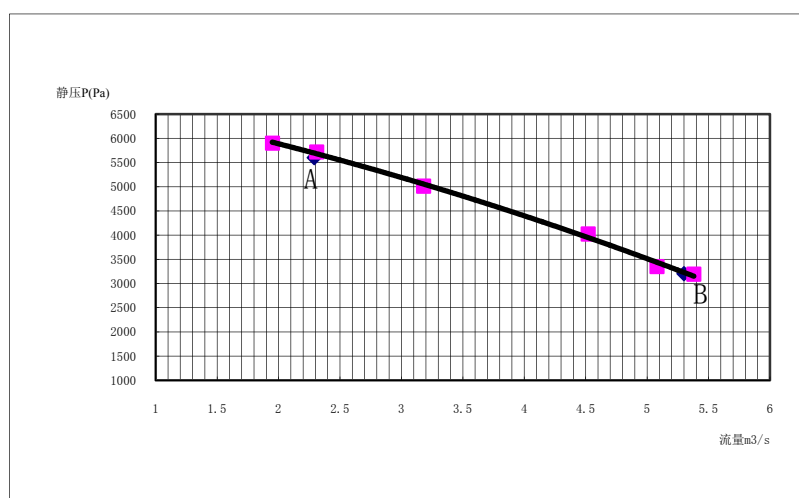

图 2（性能特性曲线举例）
3.1 性能参数与性能曲线：辅助鼓风机的性能是指订货图中选择的满足主机需求的静压-流量要求，各型辅助鼓风机运行特性符合所需的静压-流量(性能运行特性曲线举例示意如图 2)，具体型号设计完全可满足客户订货图中对性能的要求。